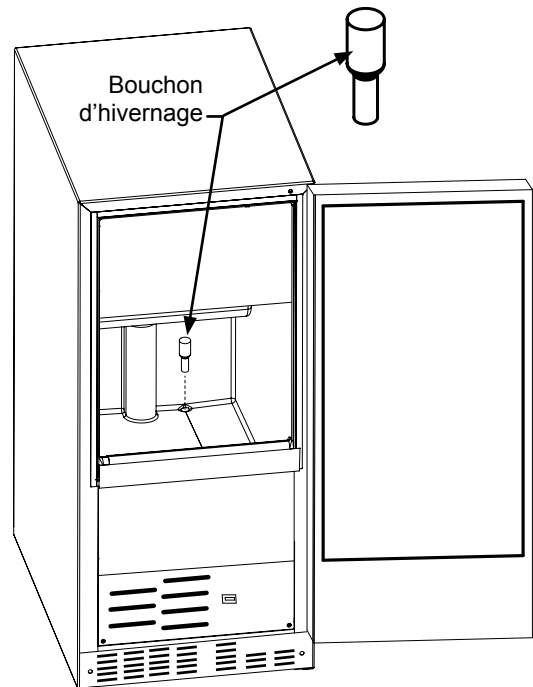

Figure 42
13. Installez le bouchon d'hivernage dans le trou de drainage d'eau du bac à glaçons (Voyez la Figure 42).